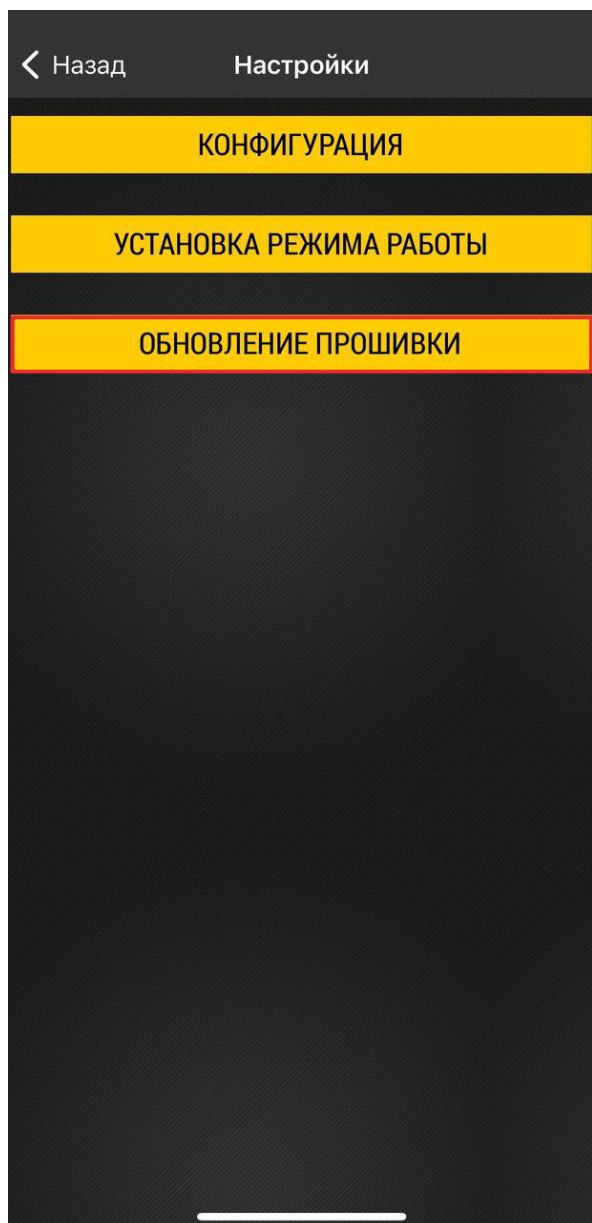

Рис.25. Главное меню.
- На рабочем экране нажмите «Настройки», а затем «Обновление прошивки». Откроется меню выбора прошивки (**Рис.25**).